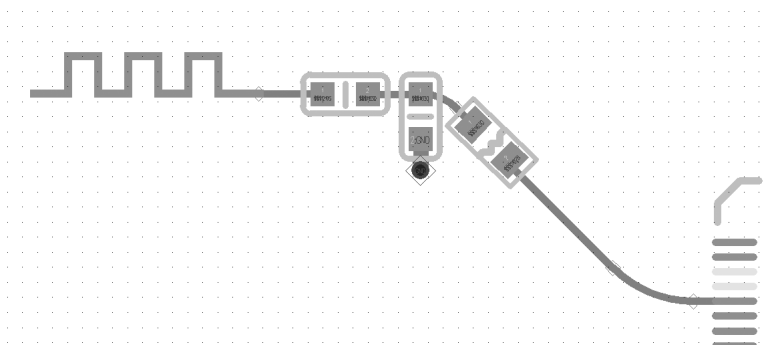

图 6-20 圆弧走线
(2) 通过筛选条件，选中需要转换为圆弧的拐角。
(3) 单击鼠标右键，添加倒角，就能得到一个拐角处的弧线处理，如图 6-20 所示。